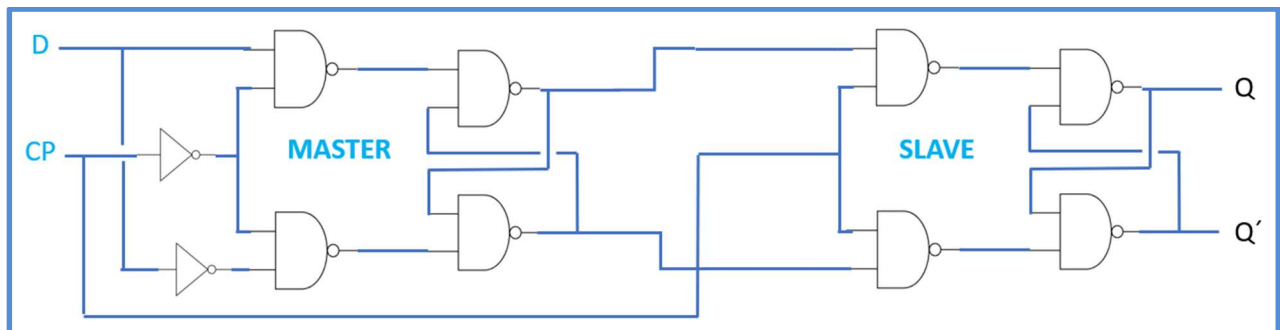
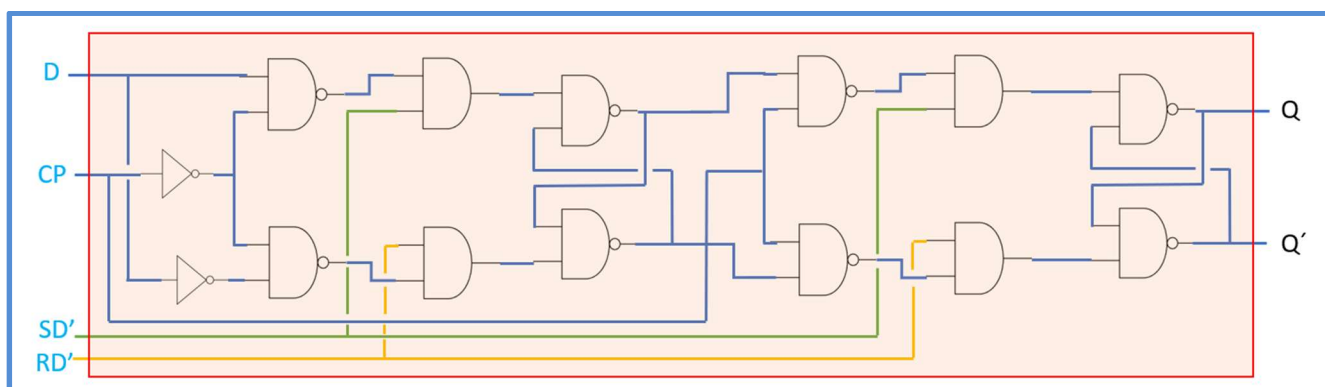

Figura 4 – Flip-Flop tipo D com *Pulse Clock* (borda de subida)
Figura 5 – Flip-Flop tipo D com *Pulse Clock* (borda de subida) e SD & RD
A figura 4 apresenta uma possível implementação do Flip-Flop D com *Clock Pulse* (em substituição ao *Enable*) ativo na borda de subida (“0” → “1”).
A Tabela Verdade do circuito da figura 4 encontra-se a seguir:
Como último passo iremos incluir no Flip-Flop tipo D da figura 4 entradas auxiliares de *Setar Data* (SD) e *Resetar Data* (RD) que permitirão o controle direto da saída. A figura 5 ilustra esta inclusão: